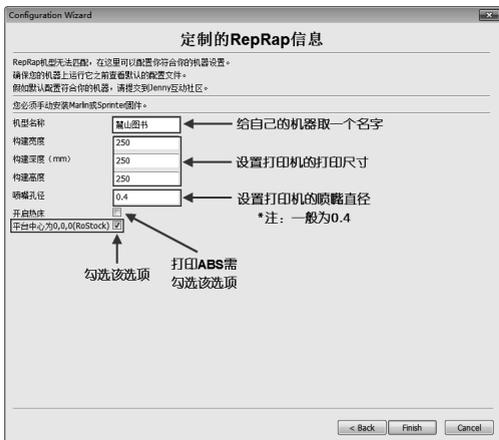

图 3-81 “定制的 RepRap 信息”对话框
(3) 如果创业者的使用的是非标机型,那么,可以选择“自定义”选项,然后进入“定制的 RepRap 信息”对话框,在其中可以设置自己机型的打印尺寸和喷嘴直径等硬件参数,如图 3-81 所示。